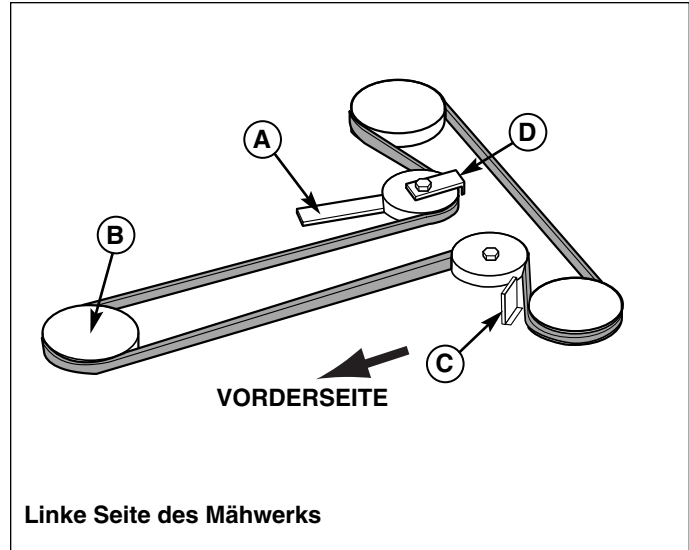

Abbildung 41. Übliche Riemenverlegung bei Mähwerken mit zwei Messern
3. Die Riemenspannung mit dem Umlaufscheibenarm (A, Abbildung 41 oder 42) entlasten. Den Riemen von der Zapfwellenscheibe (elektrische Kupplung) abziehen.